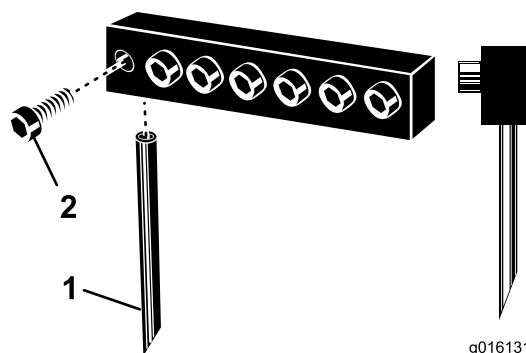

图30
3. 旋松夹紧螺栓然后拆下之前使用的打孔针 图30。
注意 空心打孔针的放置应使排出槽朝向后面而实心打孔针则应使针尖角度朝向机器 图30。